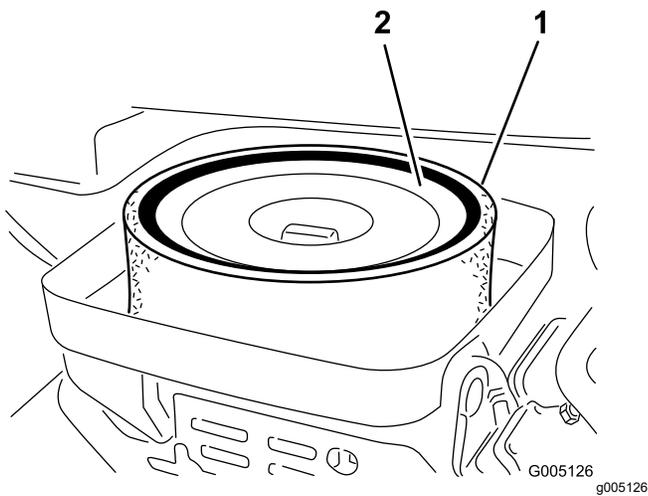

図 32
3. エレメントをエアクリーナに固定している蝶ナットを外す **図 32**。
4. スポンジ **図 32**を点検し、汚れていればペーパーエレメントから外す。以下の要領で丁寧に清掃してください